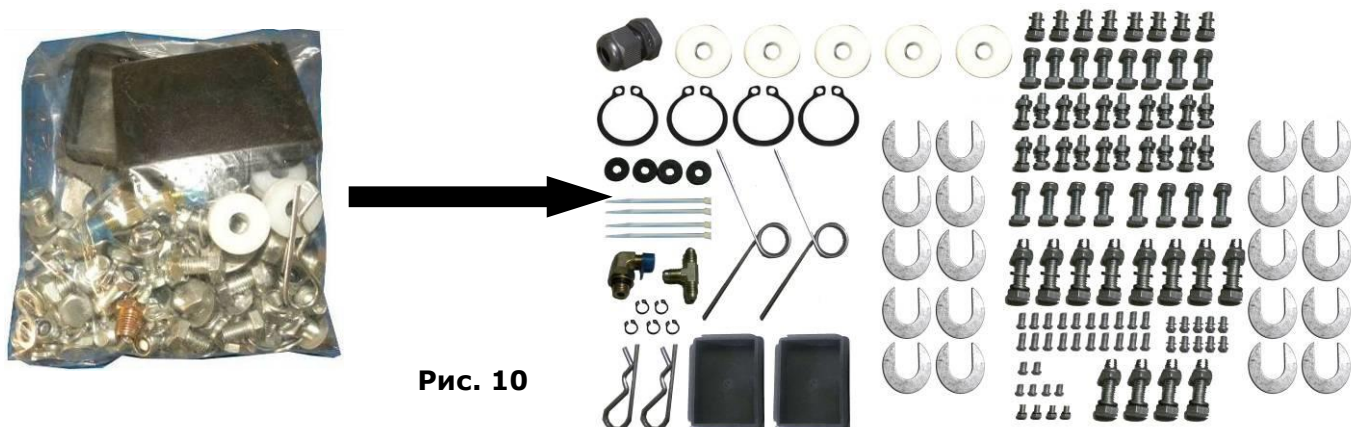

Рис. 10
5. Вскройте пакет №1 и проверьте его комплектность (См. рис. 10).